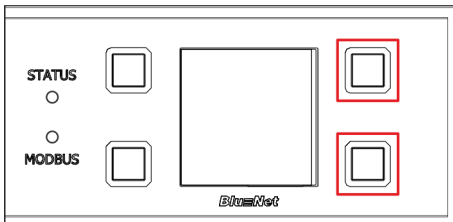

Abb. 79: Display mit Bedientasten
1. ➤ Die zwei Tasten rechts neben dem Display drücken und gedrückt halten (Abb. 79/rote Markierung).
4. ➤ Die zwei Tasten neben dem Display loslassen (Abb. 79/rote Markierung).